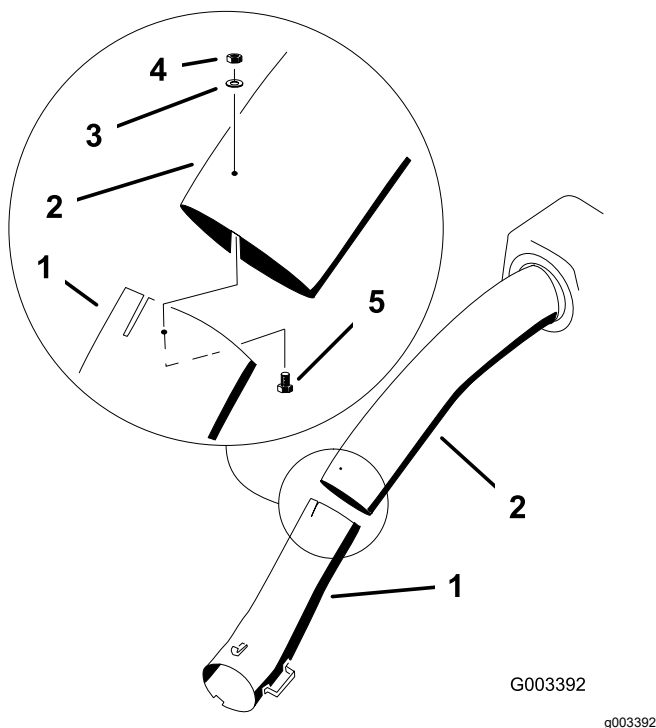

Figura 37
11. Una los tubos superior e inferior con pernos (N° 10 x $\frac{3}{4}$ "), arandelas planas, y 3 contratuercas, según se muestra en la figura Figura 37.